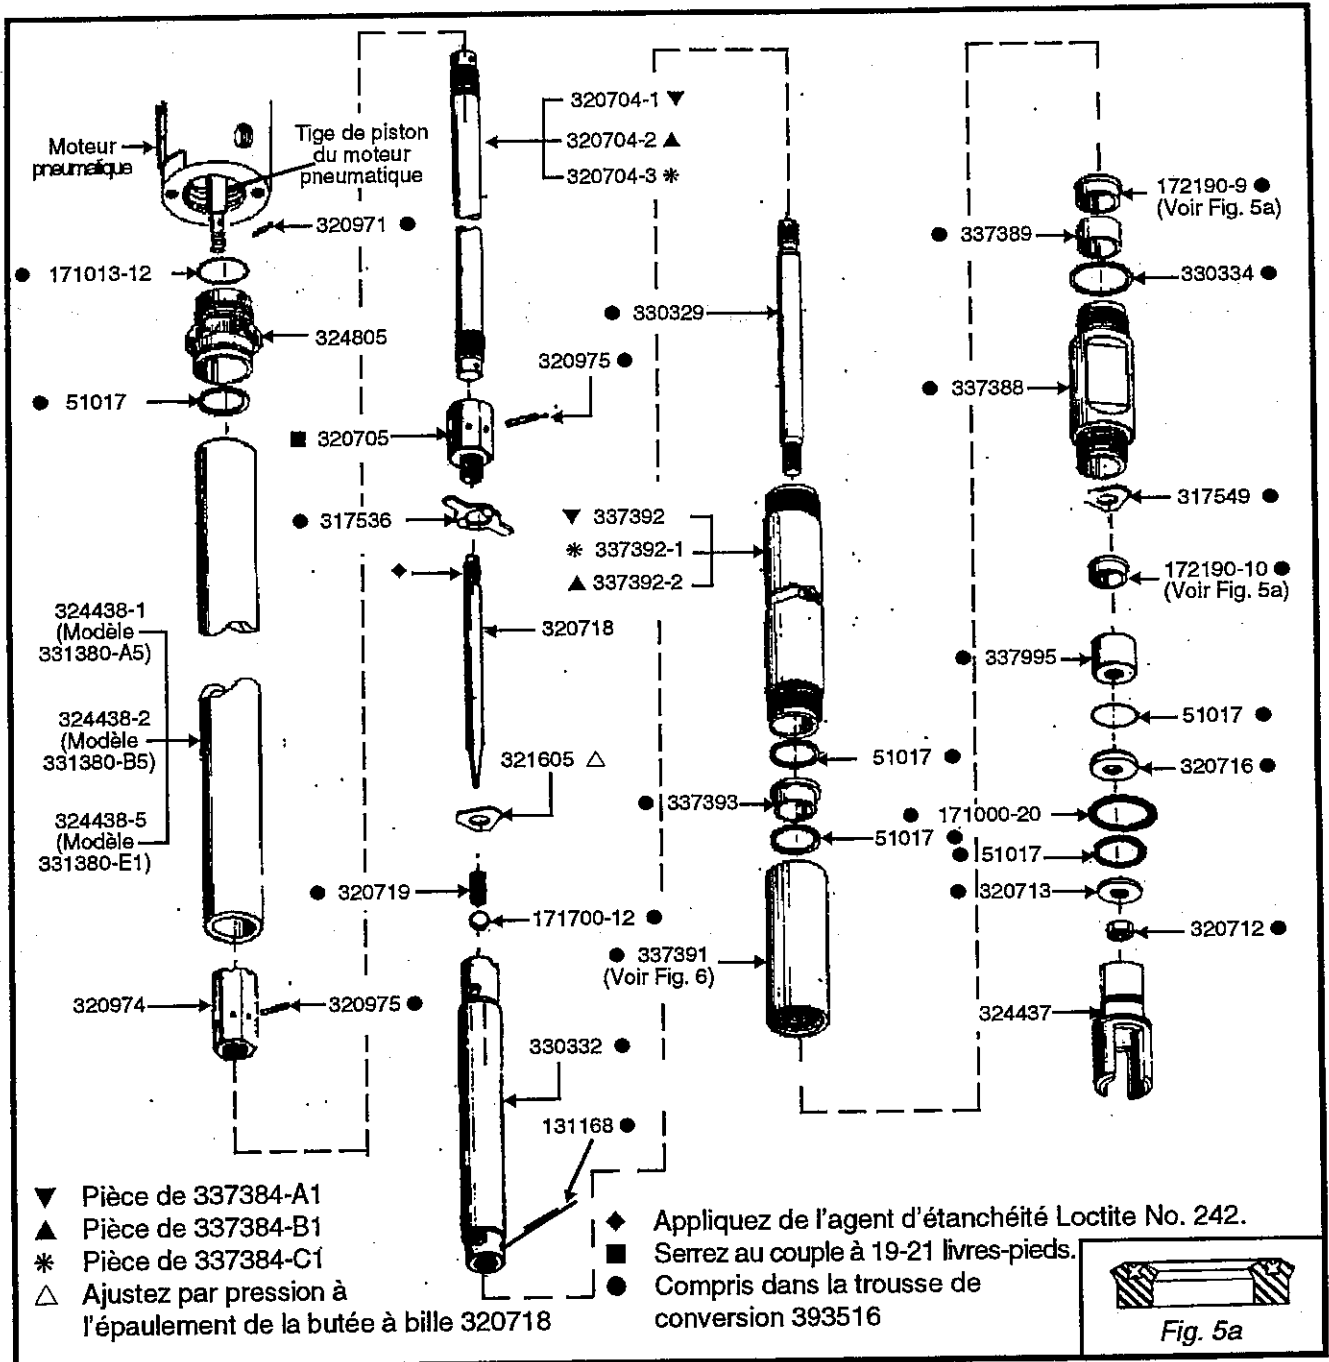

Figure 5 : Réassemblage du tube de pompe 337384-A1, 337384-B1 ou 337384-C1
(Figure 5)
(FIGURE 5)
14. Faites glisser le joint d'étanchéité 330334 sur l'extrémité de la rallonge 337388 en découvrant la partie métallique au-delà du filetage (voir la Figure 5 pour l'orientation correcte de la rallonge).
22. Appliquez une quantité généreuse de lubrifiant sur la tige d'amorçage 330329. Faites glisser la soupape avec le joint d'étanchéité sur la tige (Voir la Figure 5 pour l'orientation correcte de la soupape.)